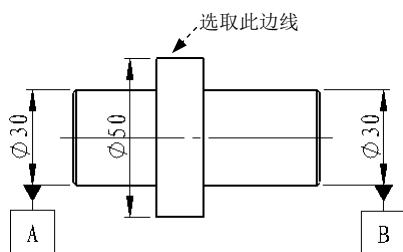
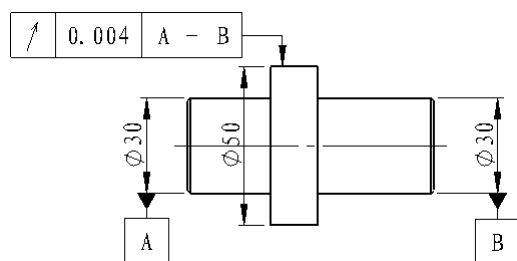

图 6.5.27 选取放置边线
图 6.5.28 “圆跳动”形位公差
Step5. 放置形位公差符号。选取图 6.5.27 所示的边线以放置形位公差, 结果如图 6.5.28 所示。